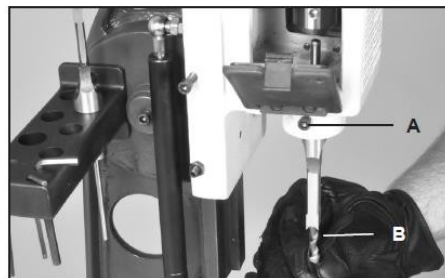

Рис. 11
5. С помощью ключа для патрона затяните сверло так, чтобы его конец располагался на 1,5-4 мм ниже резца. Это расстояние зависит от твердости древесины и требуемой глубины паза. Рис. 11, В